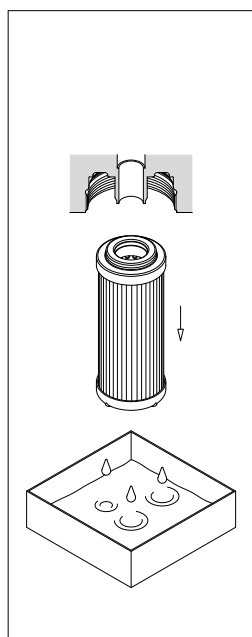

fig. 14
- (Fig. 14) Estrarre l'elemento filtrante